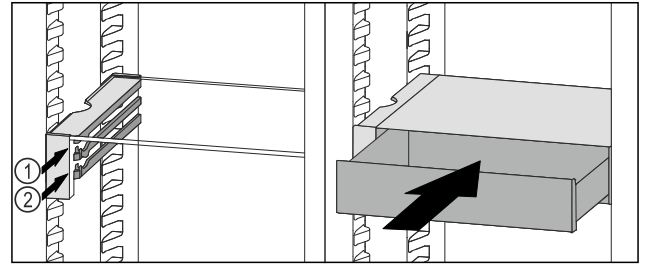

Fig. 44
- ▶ VarioSafe-lade achter de stoppers op de gewenste rib Fig. 44 (1) of Fig. 44 (2) plaatsen.